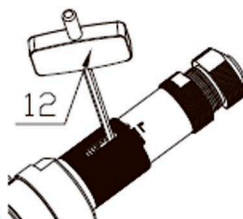

Рис.10
3. Вращая заклепочник против часовой стрелки, добейтесь появления в совмещенных пазах отверстия для фиксации штока заклепочника. Вставьте в отверстие шестигранный ключ 12 (входит в комплект поставки) и, проворачивая заклепочник против часовой стрелки освободите его из установленной заклепки (Рис. 10).